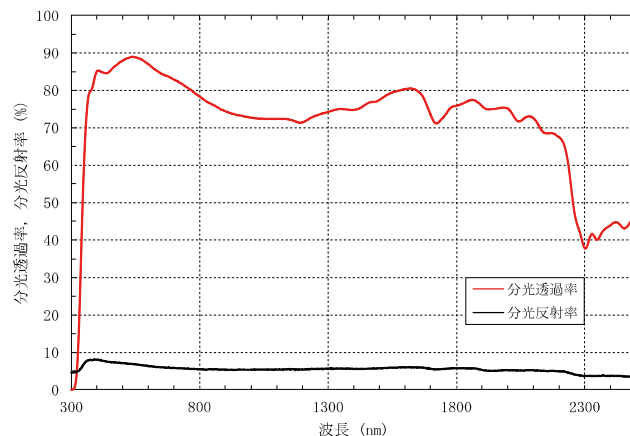
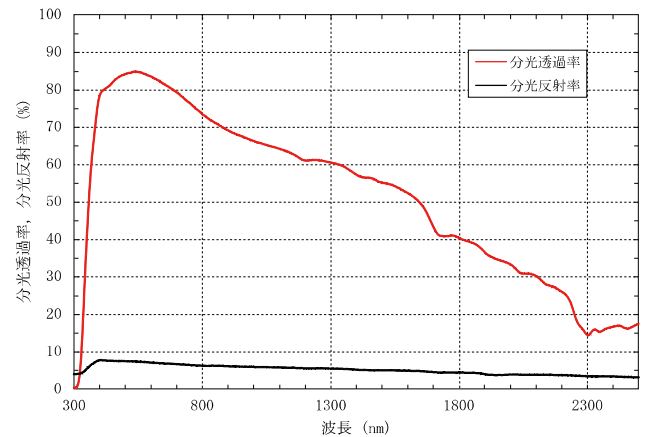

図1 分光透過率及び分光反射率測定結果（試験片番号：1，塗膜面：屋内側）
図5 分光透過率及び分光反射率測定結果 (試験片番号: 4, 塗膜面: 屋内側)
**■ 試験結果** 光学性能・熱性能試験結果を表4～表8に、分光透過率及び分光反射率の測定結果を図1～図5に示す。